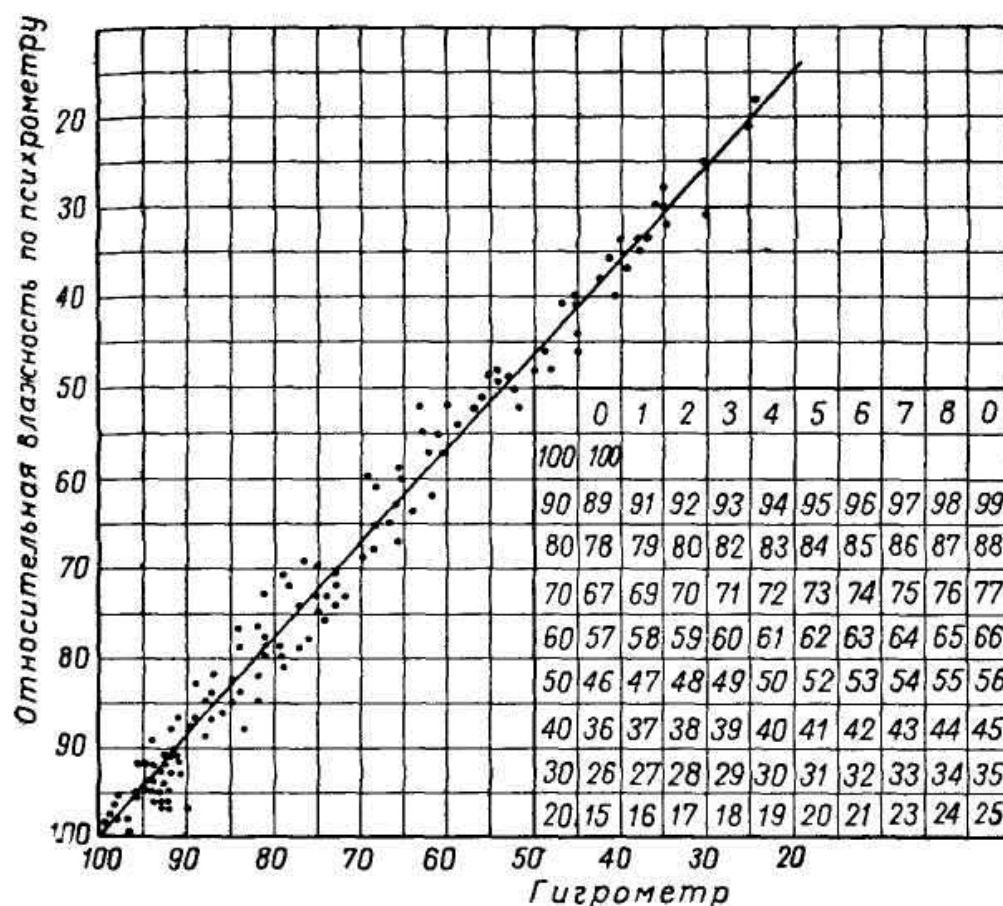

Рисунок 3 –График сравнения показаний гигрометра и психрометра (график ТМ-9)
Переводной график для гигрометра составляется на специальном бланке формы ТМ-9 или на миллиметровой бумаге (рисунок 3). Проводят две взаимно перпендикулярные оси, на вертикальной оси откладывают значения относительной влажности по данным психрометра от 100 до 10% (масштаб 1:1%), а на горизонтальной оси – показания гигрометра, уменьшающиеся слева направо от 100%.
- 1) Значение влажности воздуха переводим по графику ТМ-9 в значение влажности воздуха по психрометру (рисунок 3)